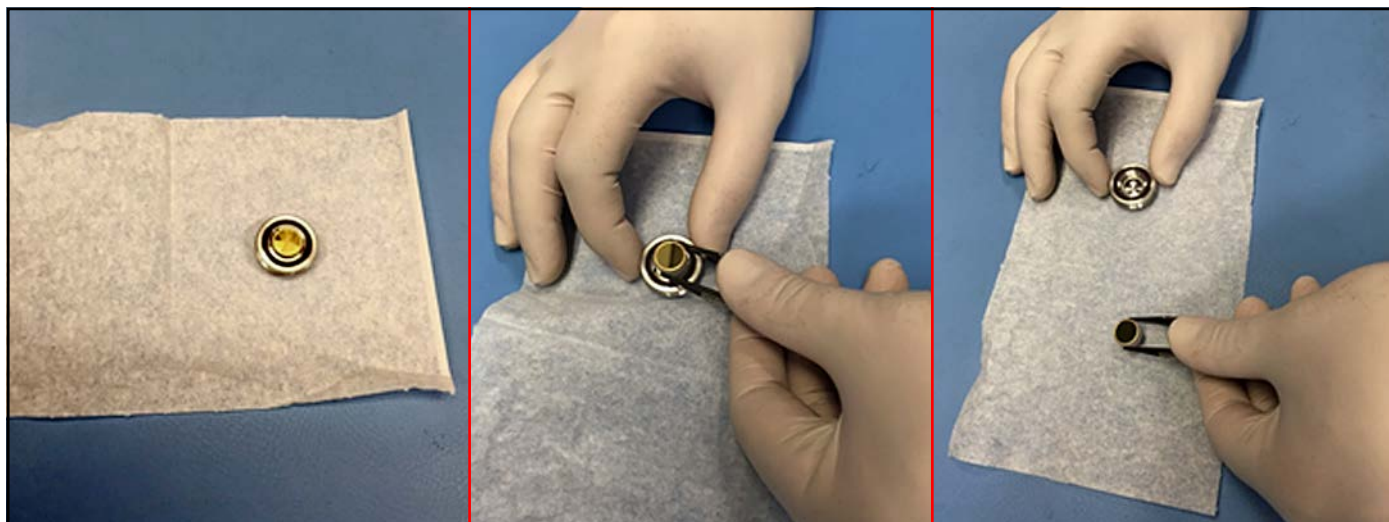

図 93: 鏡アセンブリの点検
3. 取り外した鏡アセンブリを、清潔なレンズ用ティッシュの上に慎重に置きます。先端がプラスチックのピンセットを使用して、エンドキャップから直径 0.5 インチの鏡をゆっくり取り外します。このとき、エンドキャップアセンブリ内の 2 つの O リングに触れたり、押しつぶしたり、傷付けたりしないように注意してください（下の図 93 を参照）。